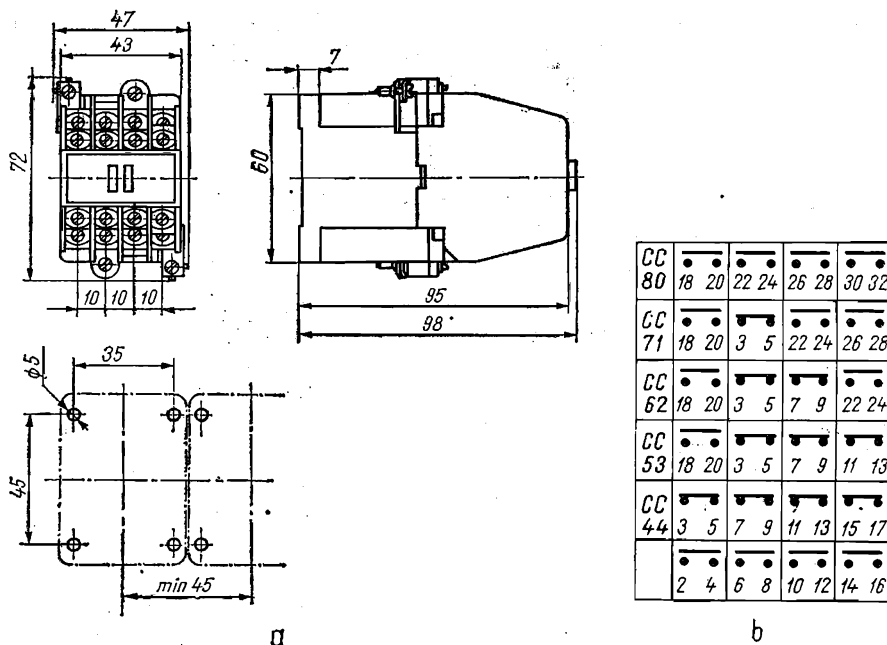

Fig. 4.1. Contactor de comandă CC 6 Cod 4003:
Tipul de protecție Masa, kg. STAS Conductoarele de legătură la bornele: Poziția de montare	<div> <div>IP 000</div> <div>0,37</div> <div>4479-67</div> </div> <div> <div>IP 000</div> <div>1</div> <div>4479-67</div> </div> <div> <div>min. 1,0 mm2; min. 1,0 mm2; conf. fig. 4.1, 4.3, 4.4, e</div> <div>max. 2,5 mm2; max. 2,5 mm2; conf. fig. 4.7</div> </div>
2. Aparatele a căror caracteristici sînt prezentate în acest tabel au în dotare un număr de contacte auxiliare indicat în tabelul 4.6; contactorul auxiliar CC 6 cod 4003 și 4004 are în total 8 contacte, conform fig. 4.1.b